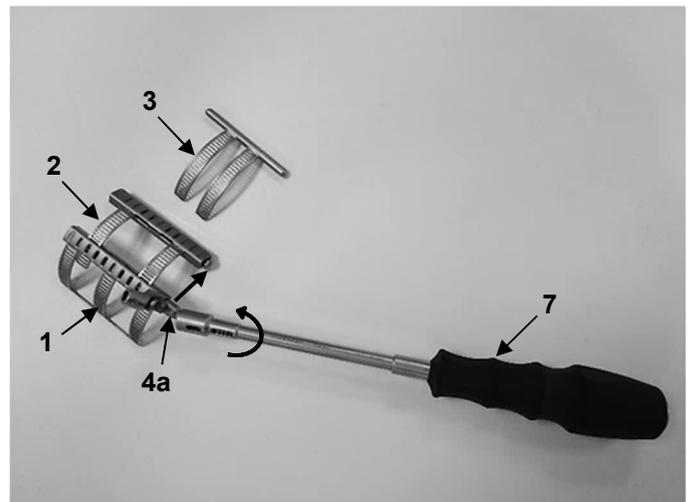

Abb. 18
2. Anschließend das primäre Element (2) von dem Basiselement (1) mithilfe des Kardan Schraubendrehers LMT-4 (7) entfernen. Hierfür die Außensechskantschraube an dem Kastenmodul des Basiselements (4a) mithilfe des Kardan Schraubendrehers LMT-4 (7) im Uhrzeigersinn drehen, bis es sich abnehmen lässt (Abb. 18).